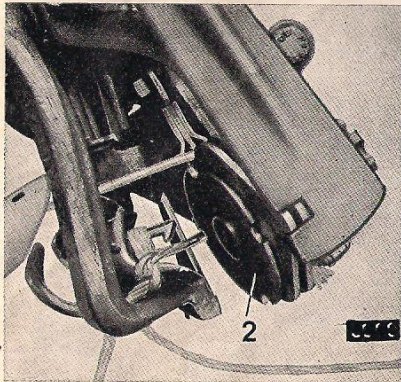

Bild 23
Bild 23 Nach etwa 180° Drehung läuft die Zungenrolle auf einen Nocken, des Knüpferrahmens auf. Das Knüpferrmaul wird dadurch geöffnet. Inzwischen hat sich der Mitnehmer so weit gedreht, daß nach etwa 270° Knüpferrhakendrehung die beiden im Mitnehmer (2) geklemmten Fäden die richtige Höhenlage haben und sicher in das Knüpferrmaul hineingleiten.